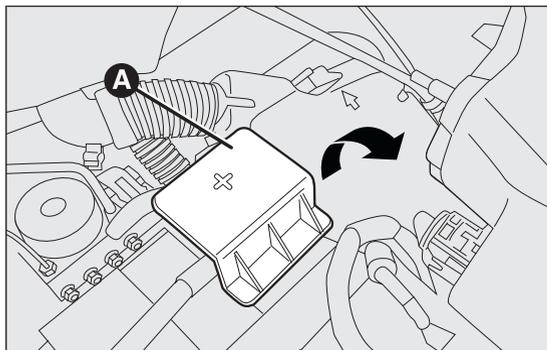

fig. 158
- quitar la tapa A fig. 158 de protección del polo positivo de la batería levantándolo hacia arriba;